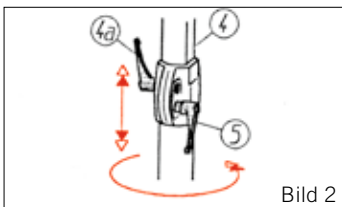

Bild 2
(Bild 2)
Bei gelöstem Dreh-Arretierhebel ⑤ (Bild 2) der Doppelklemme kann gleichzeitig mit der Neigung auch die Drehausrichtung des Schirmes eingestellt werden. Innenstock ⑮ und Dreh-Arretierhebel ⑤ (Bild 2) wieder festziehen.